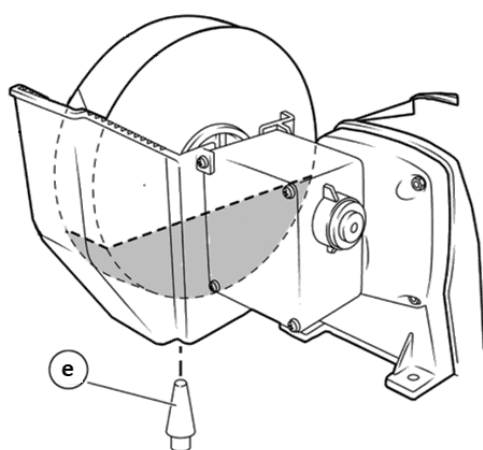

Fig. 5a
- Scaricare l'acqua dal contenitore dell'acqua (2) rimuovendo il tappo di scarico (e). Vedi Fig. 5a.